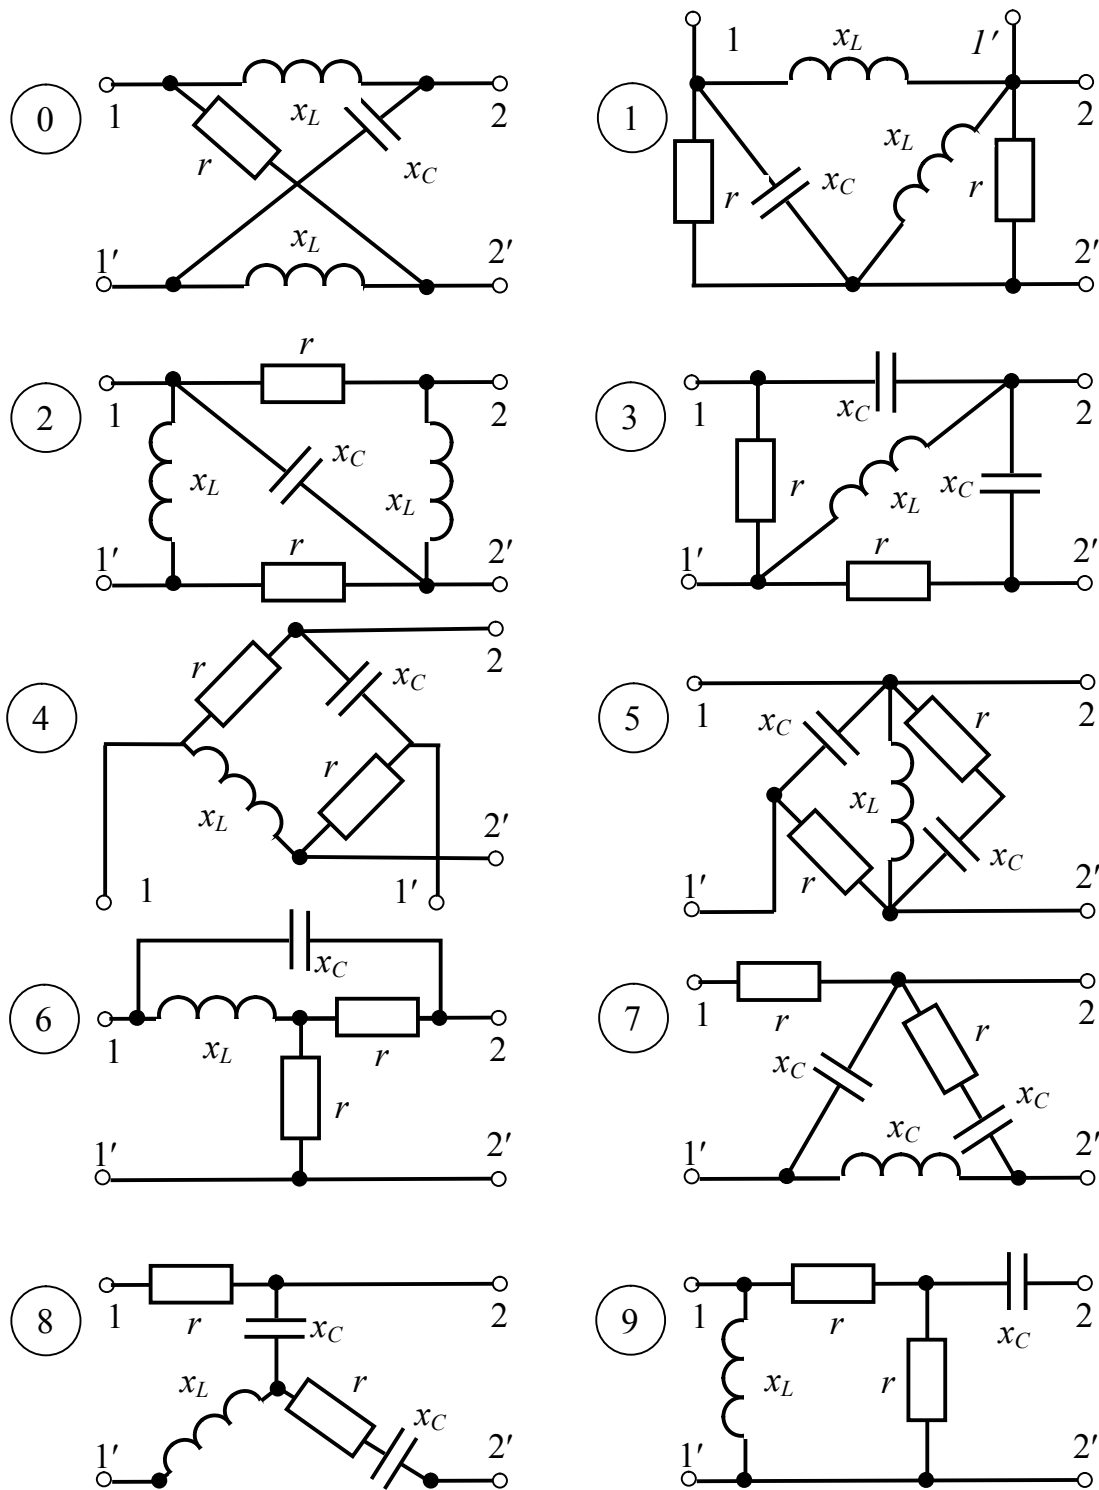

Рис. 7
**ЗАДАЧА 7.** Определить коэффициенты четырехполюсника рис. 7 в формах  $\underline{A}$ ,  $\underline{H}$  и  $\underline{Z}$ . Рассчитать параметры и вычертить Т- или П-образную схему замещения. Числовые значения параметров схемы четырехполюсника заданы в табл. 8.